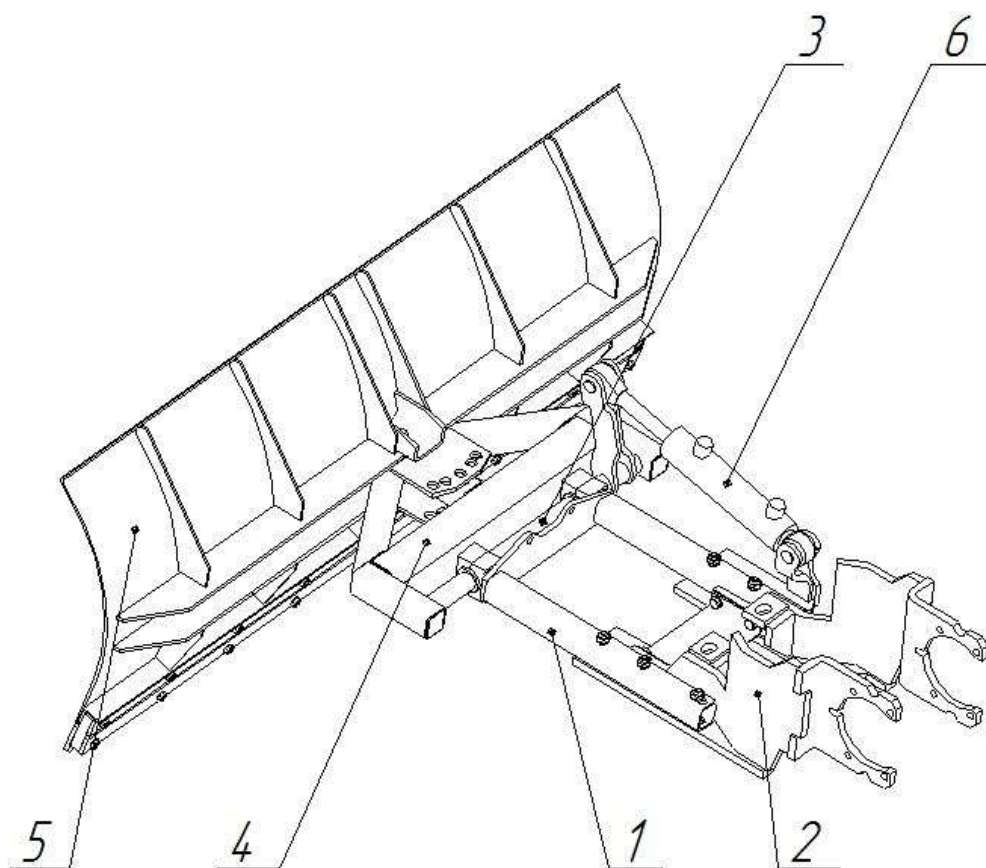
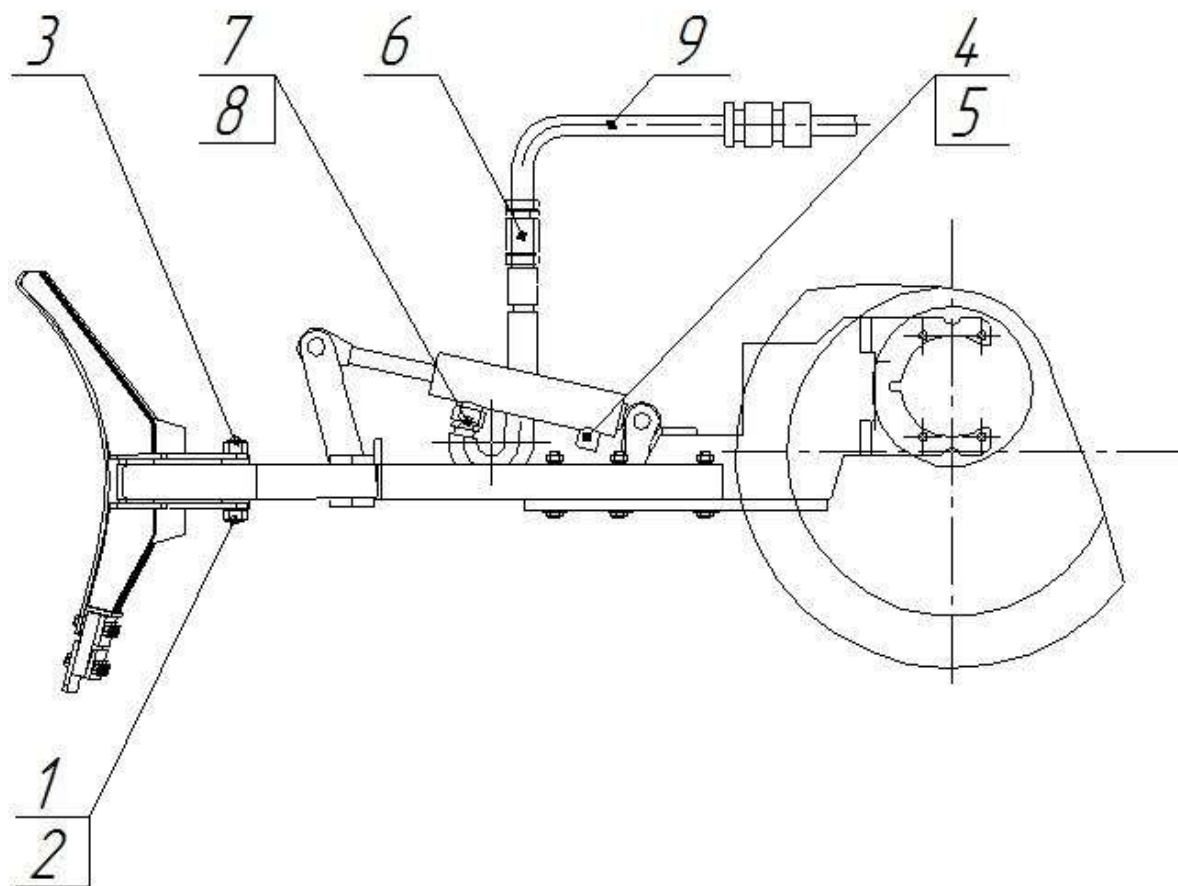

Рисунок 1 – Оборудование бульдозерное ОБ12-01
Рисунок 2 – Оборудование бульдозерное ОБ12-01
4.1 Если бульдозерное оборудование (рисунок 1) монтируется на трактор без щетки коммунальной ЦК, то необходимо балластные грузы трактора перенести с передних колес на задние.
5.1.2 Совместить крепежные отверстия кронштейна 2 (рисунок 1) с резьбовыми отверстиями трактора и зафиксировать болтами и гайками из комплекта поставки бульдозерного оборудования.
5.1.3 Отвал бульдозерного оборудования установить под углом 90° или 75° к направлению движения трактора, для чего отвернуть гайку 1 (рисунок 2), снять шайбу 2, вынуть ось 3 и, совместив соответствующие отверстия отвала и рамы, вставить ось 3 и закрепить гайкой 1 с шайбой 2.
5.1.4 Снять с гидроцилиндра 6 (рисунок 1) заглушки, ввернуть сапун 4 (рисунок 2) с кольцом 5. Установить клапан замедлительный 6 с гайкой, шайбой фторопластовой 7 и кольцом 8.
9 (рисунок 2) отсоединить от клапана замедлительного б и установить заглушку (220-4607190) из комплекта поставки бульдозерного оборудования.